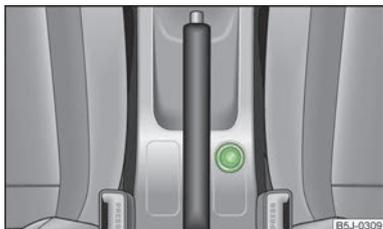

Abb. 59
- › Den Anzünderknopf des Zigarettenanzünders hineindrücken » Abb. 59.
In der Mittelkonsole vorn » Abb. 59 auf Seite 63.